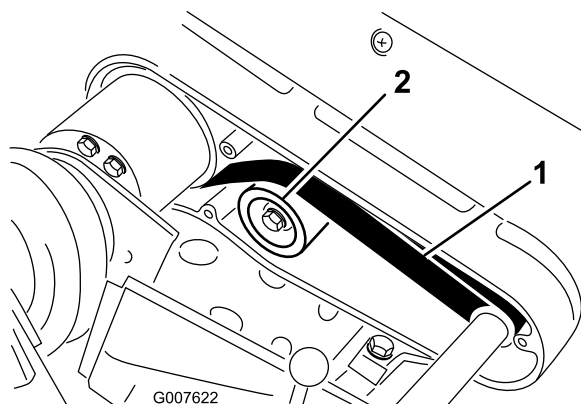

Figura 45
2. Verifique a tensão pressionando a correia a meio curso entre as polias (Figura 45) com uma força de 22 a 26 N.
A. Desaperte a porca de montagem da polia intermédia e incline-a para o lado de trás da correia até que obtenha a tensão desejada da correia (Figura 45).